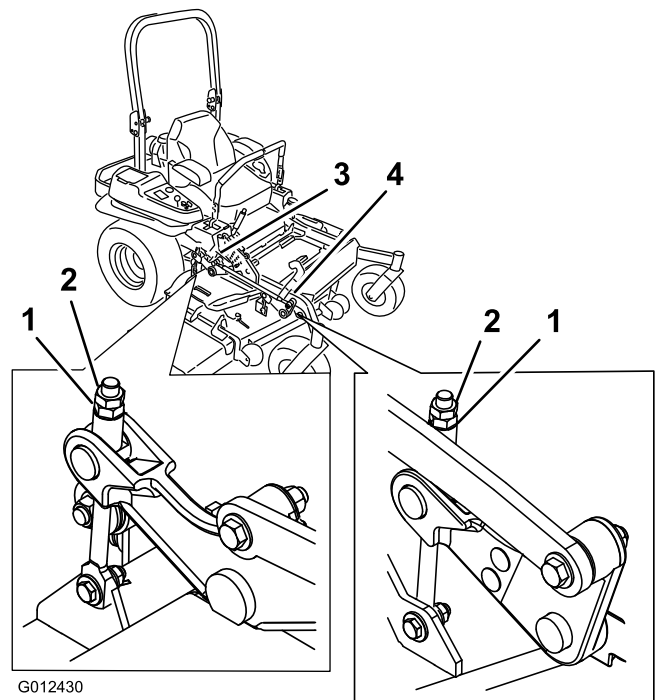

Figura 94
10. Para las carcasas de corte identificadas en Figura 94, gire la tuerca de ajuste del conjunto de elevación de la carcasa delantera para modificar la altura (Figura 94).
17. Gire la tuerca de ajuste del conjunto de elevación de la carcassas delantera para modificar la altura (Figura 94).